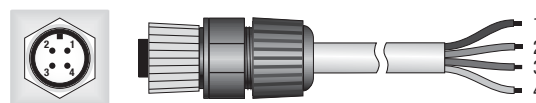

Figura 4.1
- Il cavo opzionale, terminato da una parte con il connettore M12 maschio a 4 poli, è resistente agli UV, è provvisto di 3 fili più la calza (schermo), la corrispondenza tra i colori del cavo ed i poli del connettore è la seguente (figura 4.1):